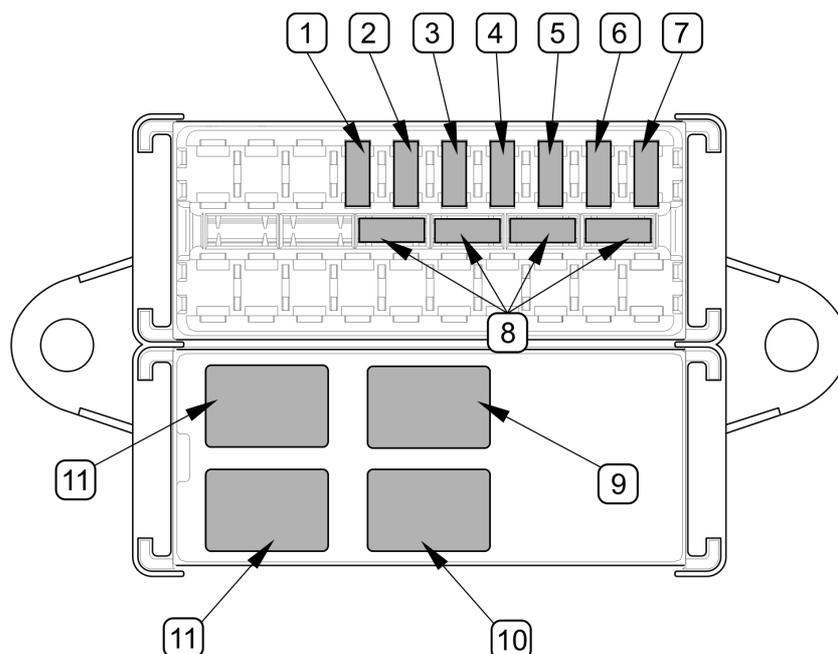

ABBILDUNG 5.2 Sicherungen und Relais
Im Sicherungskasten befinden sich vier Sicherungen (9), (10), (11) (ABBILDUNG 5.2), die mit 10/20 A 24 V (Bestellnr. K2-1103-0011) gekennzeichnet sind und Sicherungen vom Typ MINIVAL (siehe TABELLE 5.2)